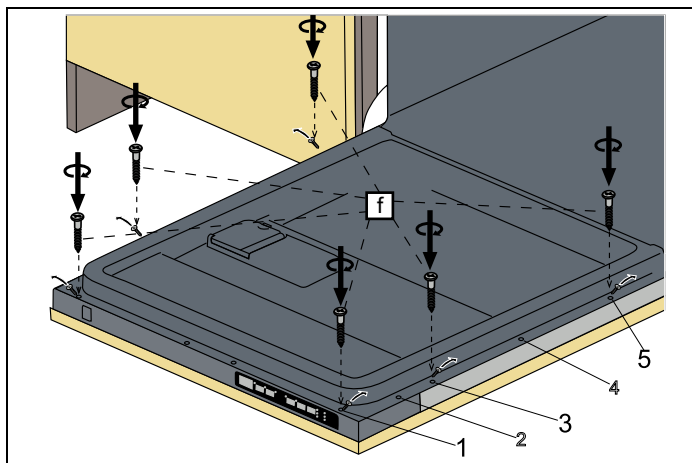

Fig. 22
- 6) Skruvarna som sitter på träluckan fästs till diskmaskinen vid de punkter som sitter på luckans yttre blad och sätts ihop enligt instruktionerna i Fig. 22 .
- 7) Så som visas i Fig. 22 , Skruvar $\varnothing 5/32$ " x 53/32" ($\varnothing 4$ mm x 42,5 mm) installeras i positionerna I, III och V.